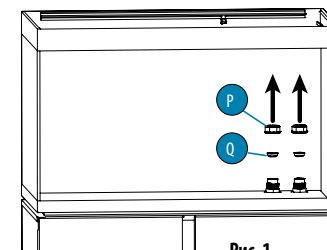

Рис. 1
- Вручную открутите заглушку (P) и выньте заглушку (Q) из отверстия (O) (рис. 1). **ВАЖНО!** Сохраните заглушки (P) и (Q) для дальнейшего использования.
- Вручную отвинтите заглушку (P) и выньте заглушку (Q) из отверстия (I) (рис. 1). **ВАЖНО!** Сохраните заглушки (P) и (Q) для дальнейшего использования.